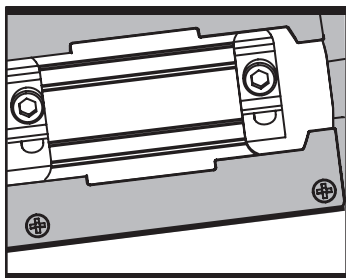
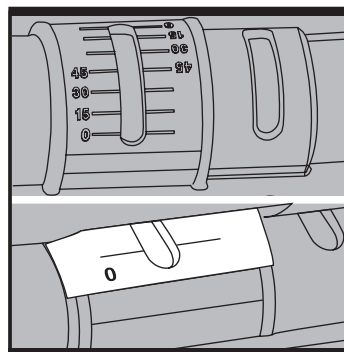

Fig 8
Fig 9
Utilisez la clé Allen (14). Dévissez les vis qui fixent la base (se référer à la Fig 8). Pour des angles pré-réglés, faites pivoter la base (11) sur l'angle désiré (0°, 15°, 30°, 45°) (se référer à la Fig 9). Pour autres coupes à onglet, utilisez un rapporteur d'angle. Pour n'importe lequel des angles, maintenez la base et vissez fermement les vis pour la fixer sur cet angle. Enfin, vérifiez l'angle et assurez-vous que la base tient fermement. Les repères d'angles sur la base sont précis pour la plupart des travaux mais il est recommandé pour les travaux de grandes précisions de régler l'angle avec un rapporteur d'angle et de réaliser un test de coupe sur une pièce d'essai.